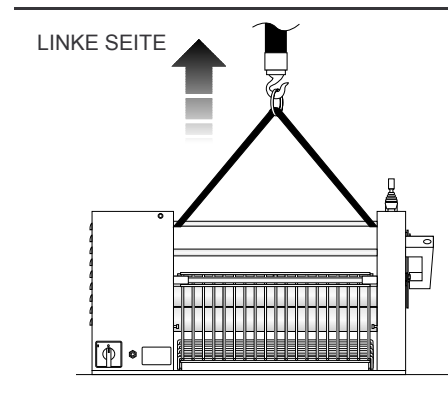

FIG.5 (Heben der Maschine)
- 1- Zweckgeeignete Schlingen oder Seile (nach den geltenden Vorschriften) unter den Zugankern der Schultern (**Siehe Fig.5**) einlegen.